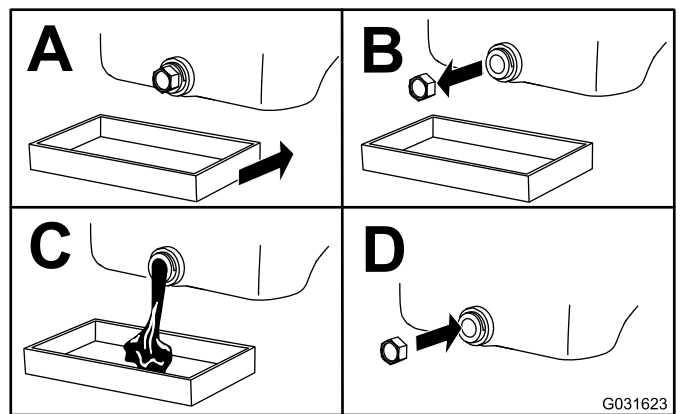

Figura 61
5. Cambie el aceite del motor, tal y como se muestra en Figura 61.